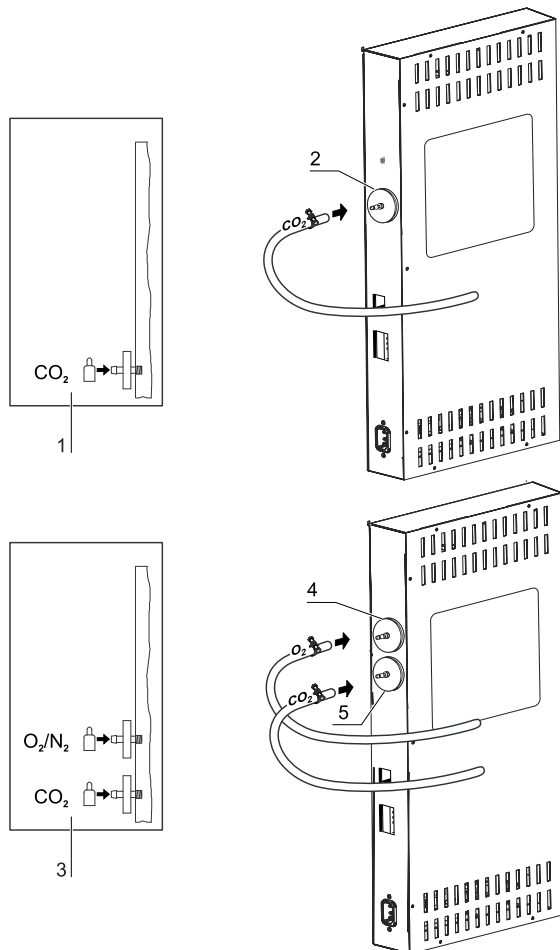

図 4-12. ガス接続
- CO₂ 接続の装置の場合、ガス供給は（図 4-12、1）の接続図に従って ガス インテークフィルタ（図 4-12、2）に接続されます。
場合、供給管は 接続パターン（図 4-12、3）のとおり以下のように設置します：
- O₂/N₂ 供給を上部ガスインテークフィルタに接続します（図 4-12、4）、
- CO₂ 供給を上部ガスインテークフィルタに接続します（図 4-12、5）、